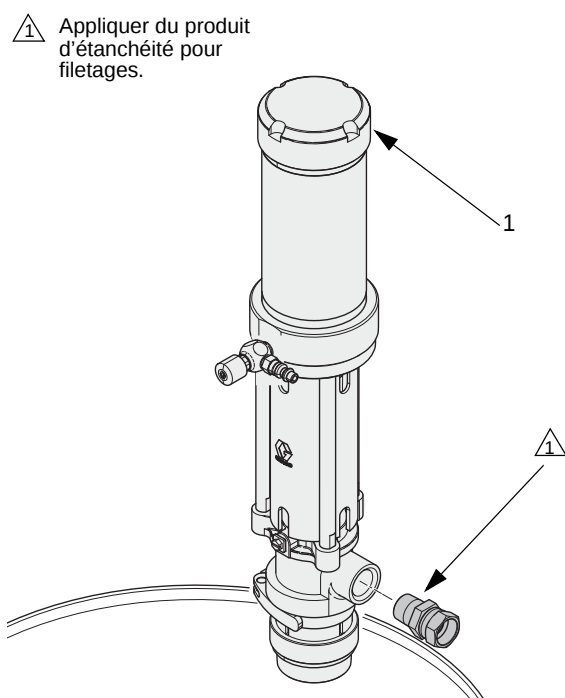

FIG. 5
2. Appliquer du produit d'étanchéité pour filetages sur le raccord mâle de sortie (pas fourni) et l'introduire dans l'orifice de sortie Voir FIG. 5.
3. Utiliser les étiquettes (70) fournies pour identifier la bonne pompe pour le produit utilisé. Voir FIG. 5.